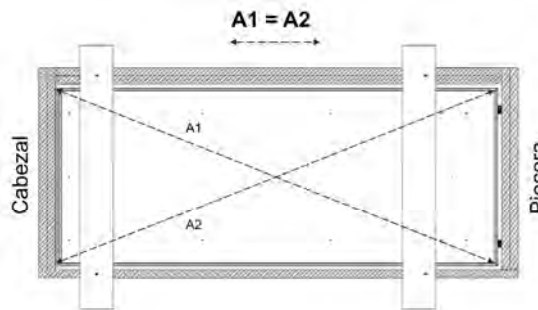

FIGURA 13 : ESCUADRE DE LA ESCALERA
K. Antes de continuar, el instalador #1 debe medir en diagonal el marco de aluminio para asegurarse que la escalera de ático este escuadrada. Las medidas en diagonal A1 y A2 deben medir lo mismo, hasta con 1/8" de diferencia entre ellas. Ver **Figura 13**. Si no, la puerta de la escalera de ático podría no cerrar correctamente. Si las medidas no coinciden, ajuste la piecera de la escalera de ático moviendo de lado a lado. Esto puede requerir ajustar las cuñas. Asegúrese de mantener el cabezal /bisagra centrada en la abertura mientras encuadra la escalera de ático. Use cuñas si es necesario.